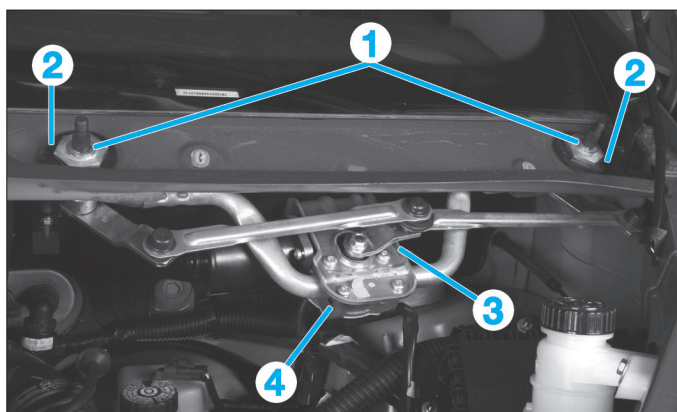

Fig. 58
- Déposer les écrous (1) et les joints (2) (Fig.58).
- Débrancher le connecteur (3) du mécanisme.
- Déposer les vis de fixation (4).